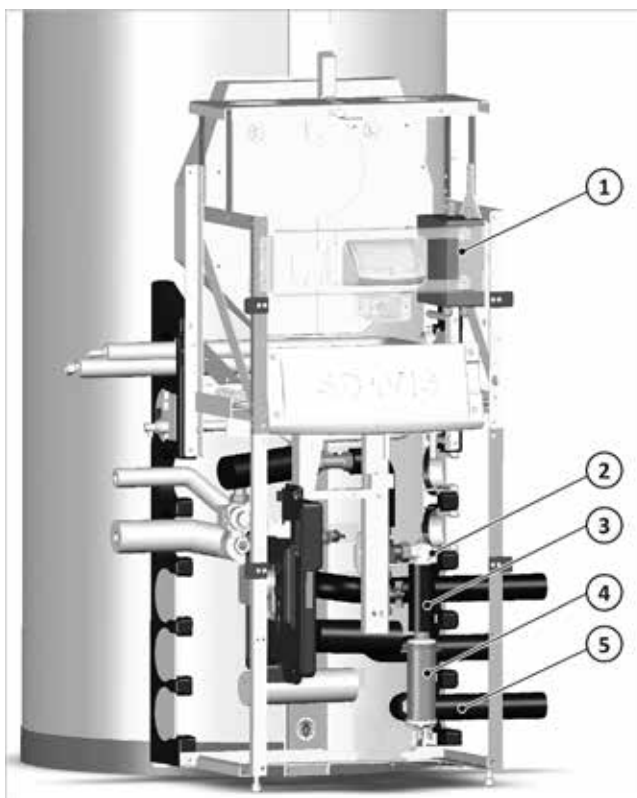

Fig. 19: Posizione dei componenti nel modulo di carica
→ La Fig. 19 mostra la posizione della scatola di collegamento, della cartuccia di riscaldamento e del modulo di carica. I tubi di collegamento per la pompa di calore e la mandata riscaldamento possono essere posati a destra e sinistra attraverso gli appositi passaggi laterali.
1. fissare la scatola di collegamento in dotazione alla parte superiore del modulo di carica, vedere la → Fig. 19 (1).